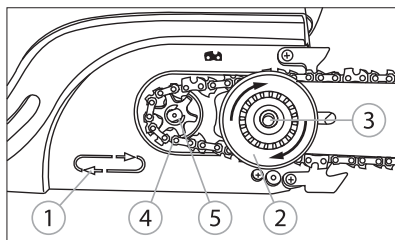

Рис. 6
4. Убедитесь, что направление звеньев пильной цепи совпадает с маркировкой на корпусе пилы 1 (рис. 6). Установите механизм натяжителя вместе с шиной 2 (рис. 6) на ось 3 (рис. 6) и цепь 4 (рис. 6) на звездочку 5 (рис. 6).
5. Прижмите шину рукой к креплению на корпусе, слегка натяните цепь, вращая механизм натяжителя 2 (рис. 6) по часовой стрелке.